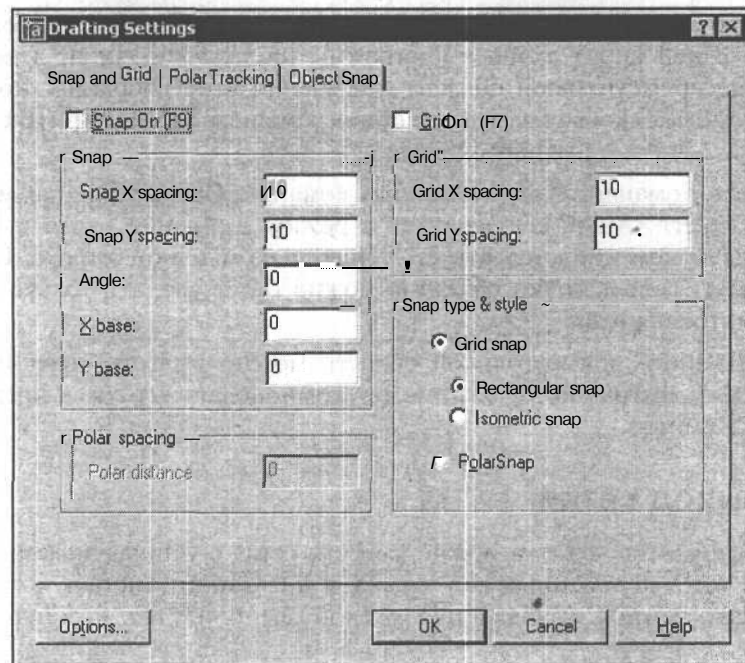

Рис. 2.7. Диалоговое окно настройки шага сетки и дискретного движения курсора
2. Выберите в нем **Drafting Settings** (Режимы рисования). Появится диалоговое окно с таким же названием (рис. 2.7).